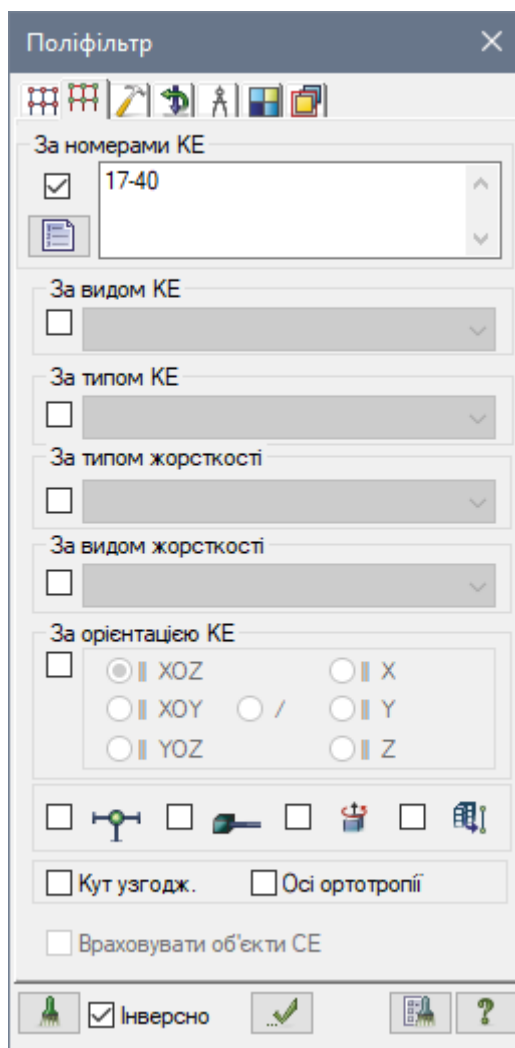

Рис. 5.11. Діалогове вікно ПоліФільтр
- Далі встановіть прапорець **За номерами KE** і у відповідному полі введіть номери елементів **17 – 40** (рис. 5.11).